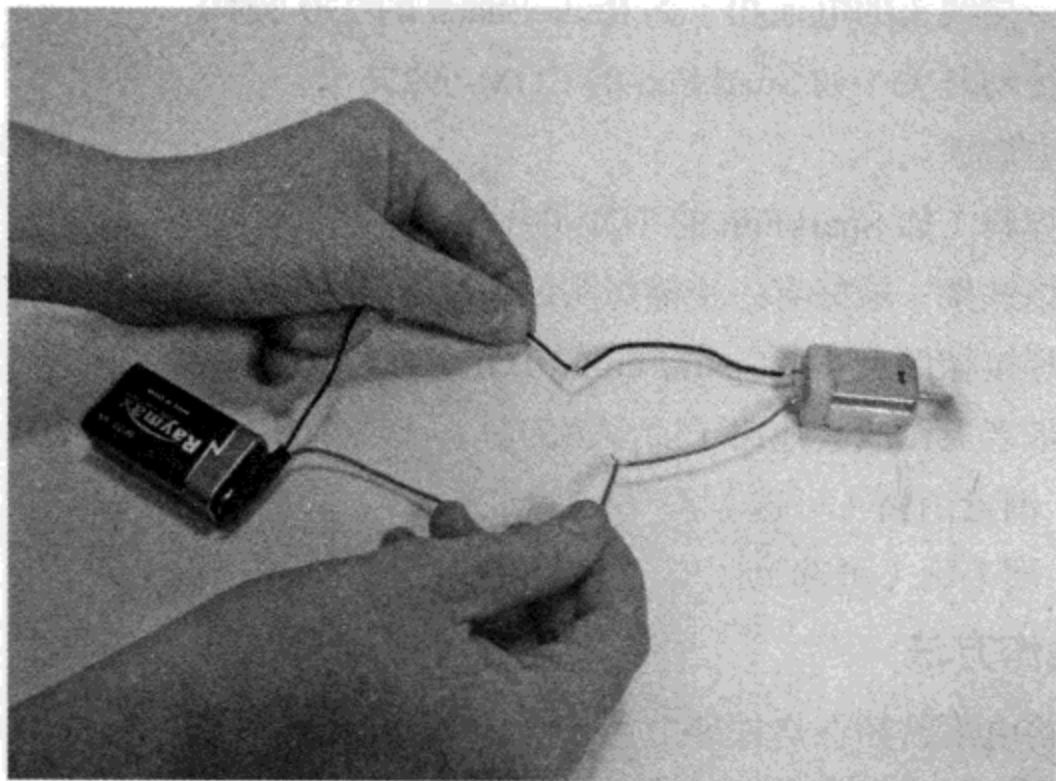

图6.16 直流电机与电池的简单电路
以工作，因为它只需要 1.5 V 的电压。图 6.16 所示为一个 9 V 电池与电池扣，6 V 的电机在电压范围为 3~9 V 时都会转。在 All Electronics ([www.allelectronics.com](http://www.allelectronics.com)) 上可找到各种尺寸的电池扣。
- (1) 将电机的黑线接到电池的黑线上。
- (2) 电机的红线接到电池的红线上，电机应该转了。
- (3) 把两根线换接一下，电机就会反转。图 6.16 的电机轴上缠了一片胶带，这样转动时我们看得就清楚些。